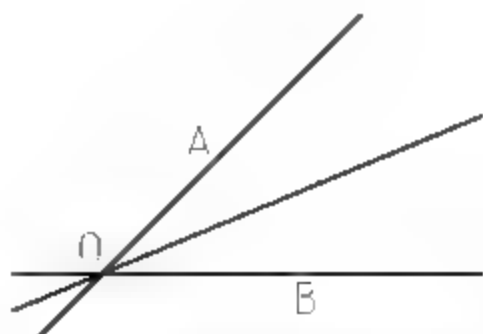

图3-15 二等分构造线
- 二等分(B):选择【二等分(B)】选项,可以绘制两条相交直线的角平分线,如图3-15所示。绘制角平分线时,使用捕捉功能依次拾取顶点O、起点A和端点B即可(A、B可为直线上除O点外的任意点)